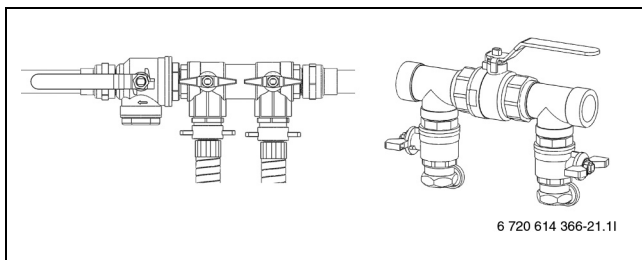

Bild 28 Befüllereinrichtungen in Normalposition
- Ventile der Befüllereinrichtung in die Normalposition stellen (→ Bild 28) und Pumpe der Befüllstation abschalten.